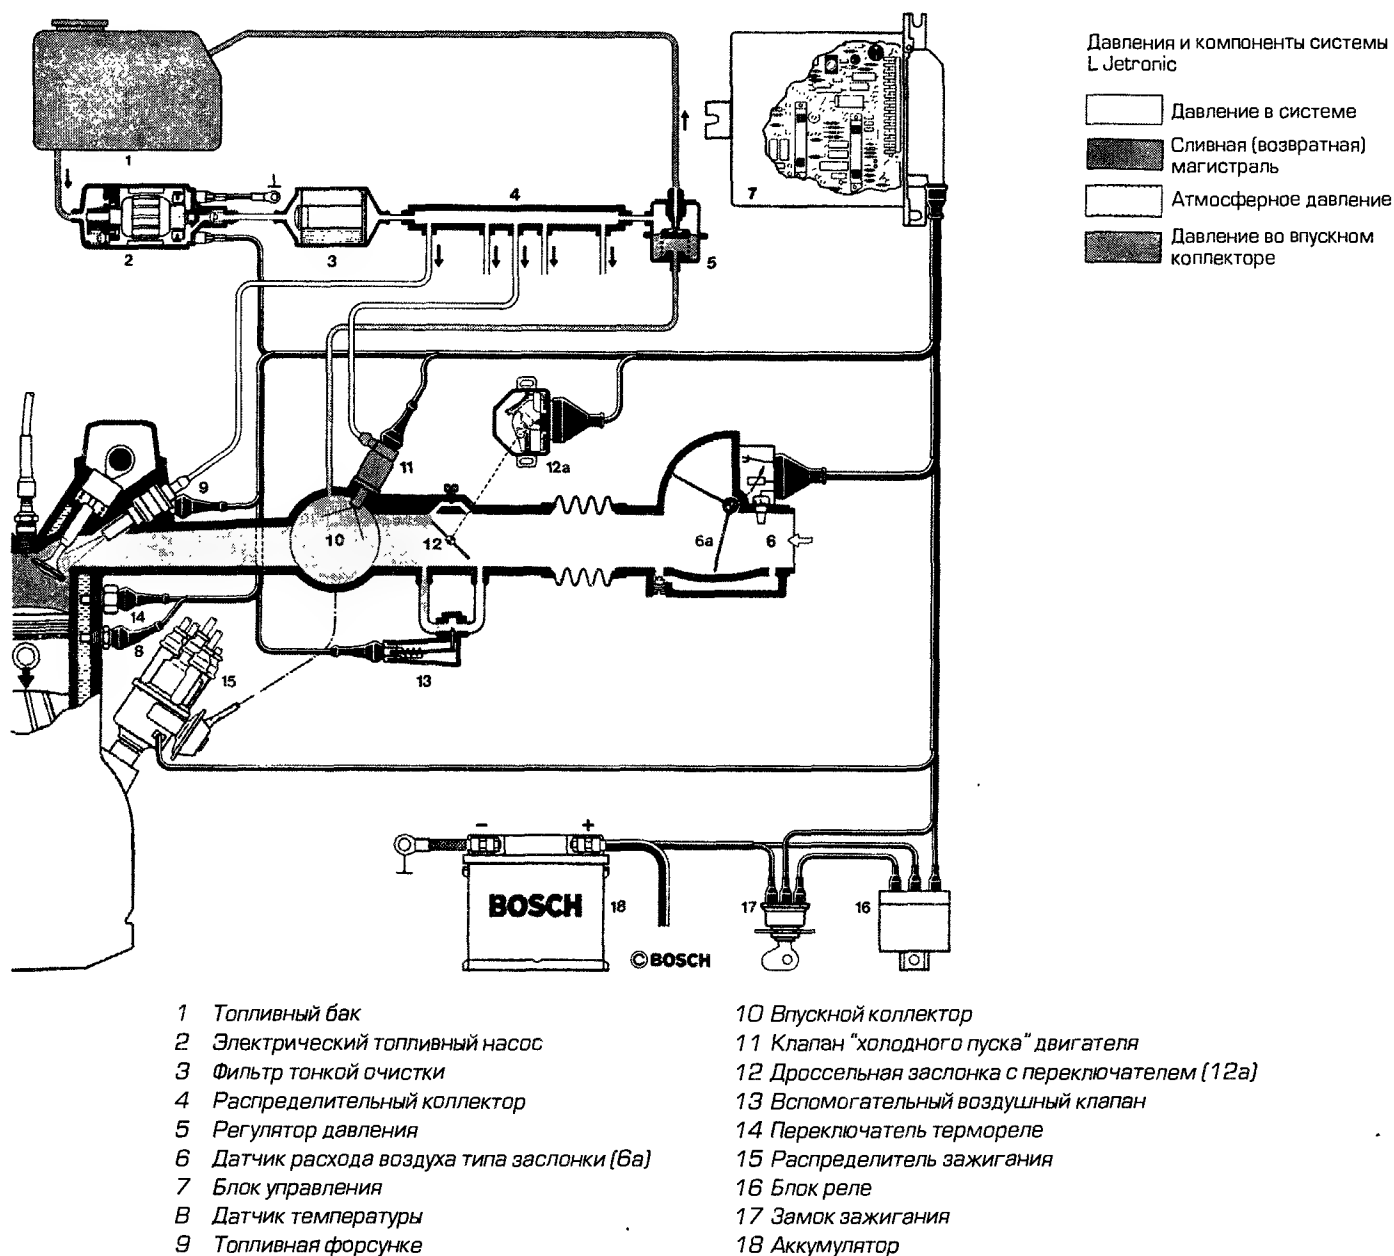

Рис. 7.9. Система впрыска топлива Bosch L Jetronic
На рис. 7.9 приведена блок-схема системы, включающая датчик определения расхода воздуха, а также моменты зажигания, получаемые от распределителя зажигания.
Обогащение рабочей смеси осуществляется при помощи специального термореле (см. рис. 7.9 и 7.17). Термореле имеет биметаллический выключатель, который срабатывает в зависимости от температуры охлаждающей жидкости. Выключатель снабжен собственным обогревателем для ограничения времени обогащения рабочей смеси и предотвращения перелива топлива (настройка термореле выполнена таким образом, чтобы обогащение смеси осуществлялось не более 8 с при температуре -20°C).
При включении термореле открывается клапан (II), расположенный во впускном коллекторе и через него впрыскивается дополнительное топливо (см. рис. 7.9 и 7.18).